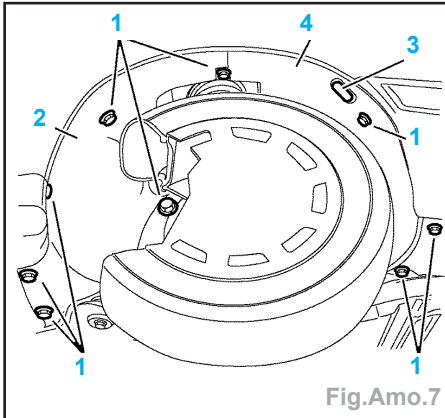
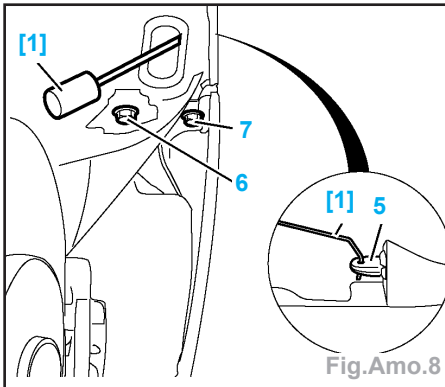
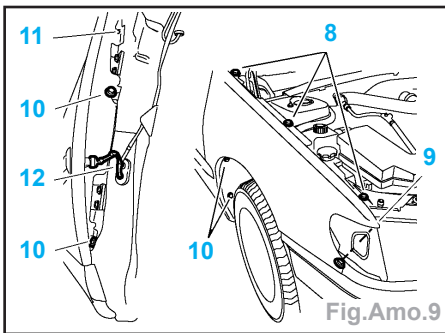

Fig.Amo.7
Fig.Amo.8
Fig.Amo.9
- Déposer (Fig.Amo.7) :
- les fixations (1),
- le pare-boue AR (2),
- l'obturateur (3),
- dégager partiellement le pare-boue (4).
- Engager l'outil [1] dans l'œillet du pare-boue (Fig.Amo.8).
- Débloquer la fixation (5) d'un quart de tour.
- la fixation (6),
- la fixation (7).
- Déposer (Fig.Amo.9) :
- les fixations (8),
- la fixation (9),